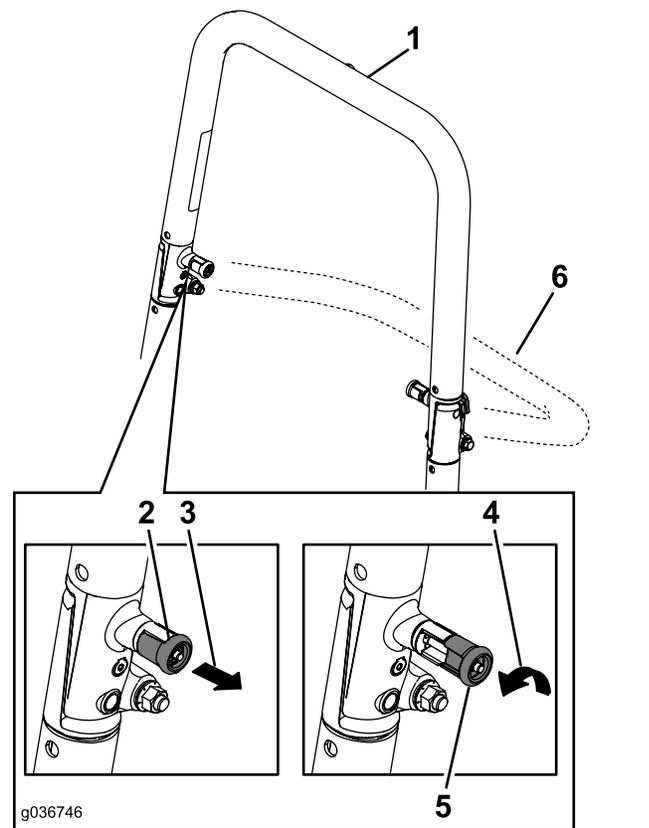

Figure 8
2. Tirez sur les deux boutons et tournez-les à 90 degrés pour les désengager (Figure 8).
3. Faites pivoter l'arceau de sécurité à la position abaissée (Figure 8).
4. Pour élever l'arceau de sécurité, levez-le à la position d'utilisation et tournez les boutons de sorte à les déplacer partiellement dans les rainures (Figure 8).
5. Redressez complètement l'arceau de sécurité tout en poussant sur la partie supérieure; les goupilles s'engagent en position quand les trous sont en face (Figure 8).